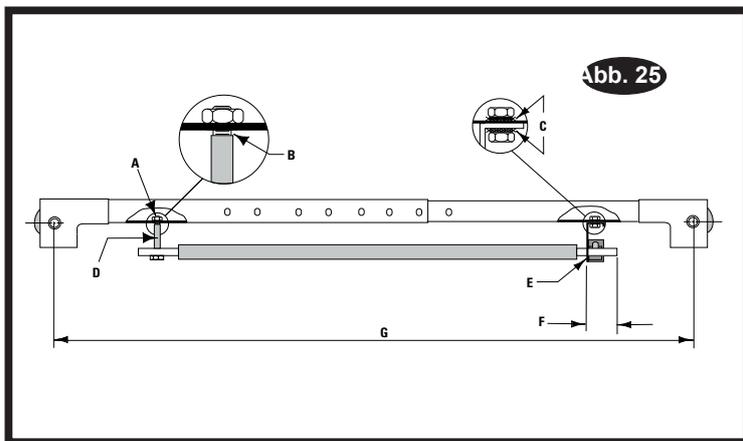
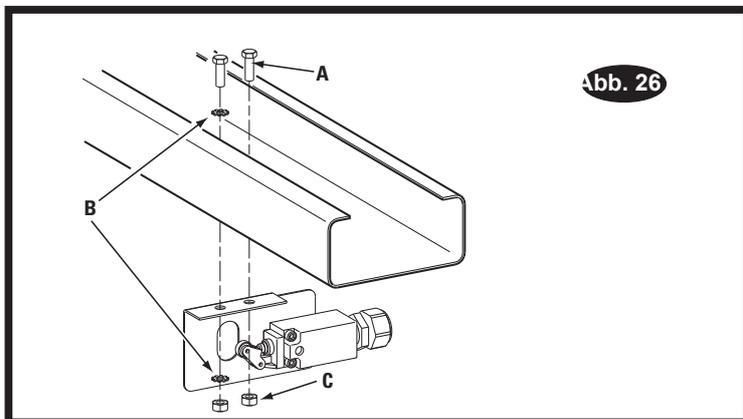

Abb. 25 Ausschnitt
Abb. 26 Ausschnitt
1. Stellen Sie die Querverbindung auf 2676/2756 mm zwischen der Mitten der Umlenkrollen ein, Abb. 25. Installieren Sie die (4) M10x20 Sechskantschrauben und Muttern, aber ziehen Sie sie nicht fest.
2. Montieren Sie die Schalterbaugruppe der oberen Abschaltung in Richtung der Hydraulikaggregatsäule mit (2) M6x20 Sechskantschrauben, M6-Muttern und 1/4"-Federscheiben, Abb. 25 und Abb. 26.
3. Führen Sie die M6x70 Sechskantschraube durch die Bohrung am Ende der Schaltleiste. Führen Sie das entgegengesetzte Ende der Stange durch den Schlitz der Schalterhalterung, Abb. 25. Sichern Sie dann die Sechskantschrauben und die Schalterstange an der Kopfbaugruppe, wie dargestellt, mit (2) 19-mm-Distanzstücken und M6-Sicherungsmuttern. Ziehen Sie die Sechskantschraube fest, dass ein Spalt von 1,6 mm zwischen Disanzstück und der Querverbindung bleibt.